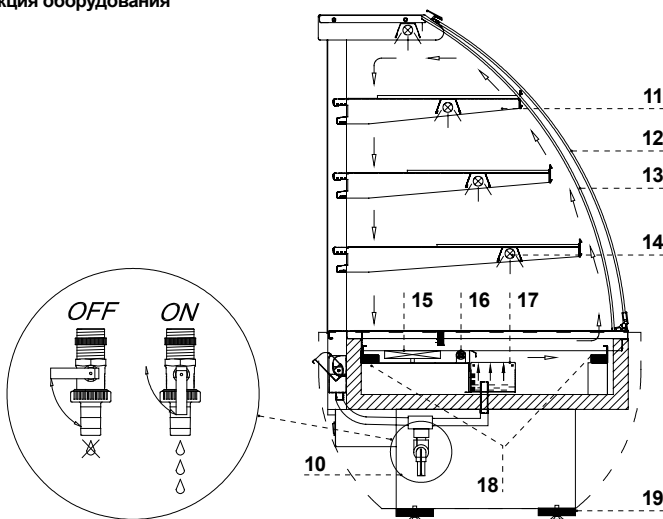

Рис.2 Конструкция оборудования
- Проверить, закрыт ли шариковый клапан спуска воды Рис.2/10 (стр.23)
Дополнение/(опорожнение) воды в /(из) емкости можно осуществить в произвольном моменте, как во время простоя оборудования, так и во время его работы. Однако следует помнить, чтобы перед тем, как долить воду, проверить, находится ли шариковый клапан в закрытой позиции Рис.2/10 (стр.23).